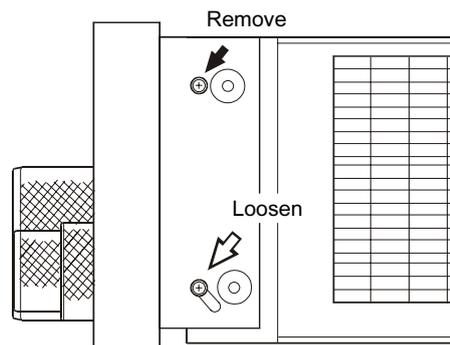

Figure 3
5. En se référant à la figure 3, enlever la vis (←) en haut et à gauche et la vis en haut et à droite qui maintiennent la face avant en place et débloquer les deux vis (↔) en bas et à gauche et en bas et à droite qui participent au maintien de la face avant vers le bas.